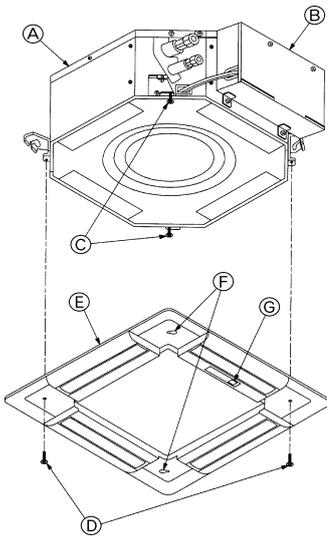

Fig. 8-6
8.3.2. Προσωρινή τοποθέτηση της περσίδας (Fig. 8-6)